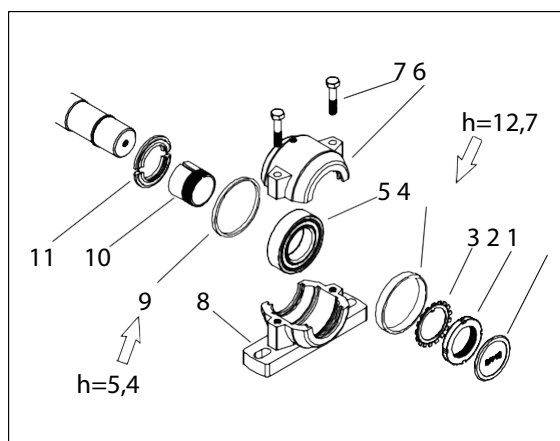

Fig. 7a. Cuscinetto, lato alimentatore
2. Rimuovere i bulloni di serraggio M10 (7) e le sedi del cuscinetto superiori (6).
5. Piegare il dente dell'anello di sicurezza (3) dall'incavo del dado dell'assale e aprire il dado dell'assale.
6. Rimuovere il dado dell'assale, l'anello di sicurezza, l'anello distanziatore (4), il cuscinetto (5), l'anello distanziatore (9) e il cono di serraggio (10).
7. Installare il cono di serraggio, l'anello distanziatore (9) e il cuscinetto sull'albero del disco. Notare lo spessore dell'anello distanziatore (9) - vedi Fig. 7a.
11. Premere un dente dell'anello di sicurezza (3) nell'incavo del dado dell'assale.
12. Installare l'altra metà del parapolvere e la piastra terminale sulla sede del cuscinetto. Installare l'anello distanziatore (4) sull'albero.
1. Aprire la sede superiore del cuscinetto - vedere il disegno complessivo della sede del cuscinetto, (fig. 7a). Rimuovere il grasso vecchio il più accuratamente possibile e sostituirlo con del grasso nuovo. Non riempire di grasso la sede del cuscinetto.